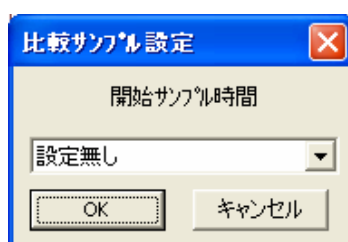

図 3-22
1. [変更]ボタンを押すと図 3-22 の画面が表示されます。表示までに、しばらく時間がかかる場合があります。